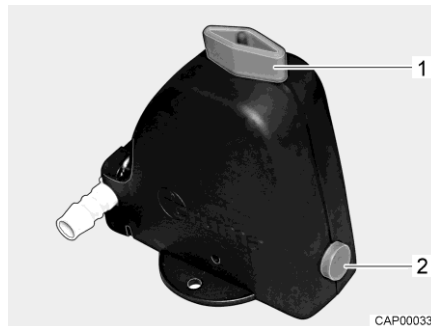
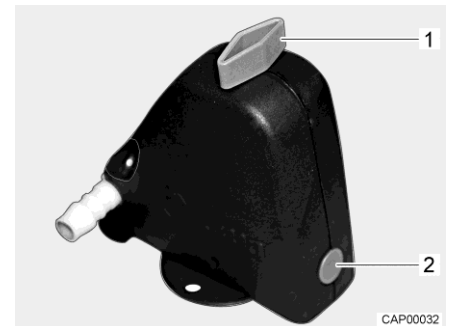

Bild 86 Säkerhets-/avtappningsventil öppen
Bild 87 Säkerhets-/avtappningsventil stängd
- Stäng säkerhets-/avtappningsventilen. Ställ vredet (Bild 86,1) diagonalt mot säkerhets-/avtappningsventilen och tryck in tryckknappen (Bild 86,2). Den stängda säkerhets-/avtappningsventilen visas i Bild 87. Vid temperaturer lägre än 6 °C kan säkerhets-/avtappningsventilen inte stängas.